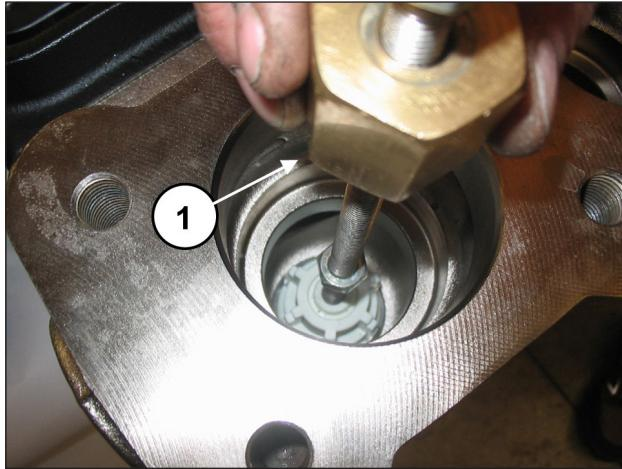

Рис. 94
Извлеките блок всасывающего клапана с помощью съемника с ударной массой (арт. 27516400), вставив его в отверстие M10 направляющей клапана (поз. ①, Рис. 94), или, в дополнение, переходника M10-M16 (арт. 25089700), установив его на резьбу M16 направляющей клапана.